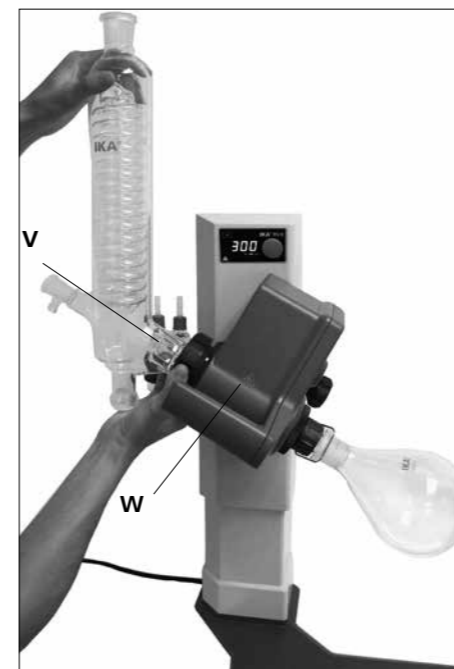

Fig. 17
- Вставьте колпачковую гайку в конденсатор, а затем установите пружинное кольцо на фланец конденсатора (V).
- Установите конденсатор на привод вращения (W) и вручную затяните колпачковую гайку. (Fig. 17)